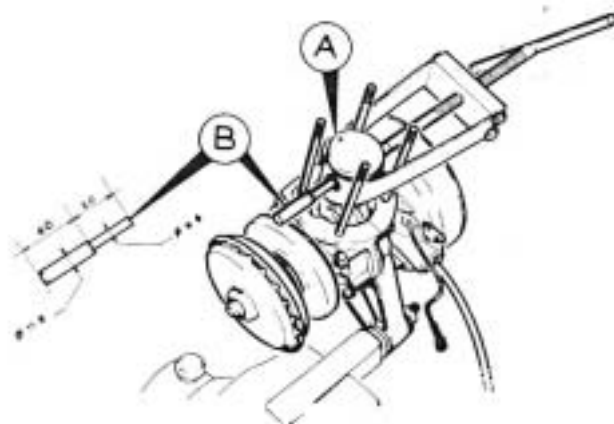

Fig. 24
- Placer le piston, le repère (A) dirigé vers l'avant du moteur (côté échappement).
- Avant d'engager l'outil 0, 12, s'assurer que l'extrémité de l'axe du piston déjà monté partiellement sur le piston est bien engagée dans la cage à aiguilles. Pour cela, nous conseillons de faire le centrage piston-cage à aiguilles et axe de piston à l'aide d'un guide étagé (B) conforme au croquis ci-contre (figure 24).